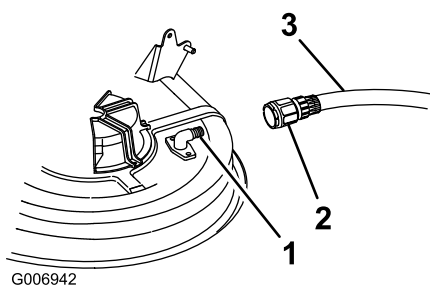

Bild 43
4. Drehen Sie eine Schlauchkupplung (gehört nicht zum Lieferumfang) auf den Mähwerk-Spülanschluss und drehen Sie das Wasser ganz auf (Bild 43).